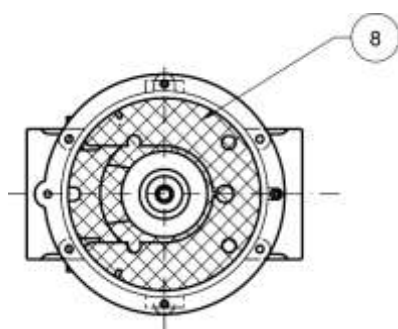

Рис. 9
- **DN 65 ÷ DN 150:** (см. рис. 2 и 3) при помощи газового ключа (№2-№3) вывернуть гидравлический тормоз (13) и снять электромагнитную катушку (2). Отпустить винты крепления крышки (11) и снять крышку (12) с корпуса клапана (6). Проверить состояние затвора (7), прочистить или, при необходимости, заменить манжету затвора (8). Прочистить или, при необходимости, заменить фильтрующий элемент (10) (правильное положение фильтрующего элемента см. на рис. 9 и 10). Затем собрать клапан, выполняя обратную последовательность действий.